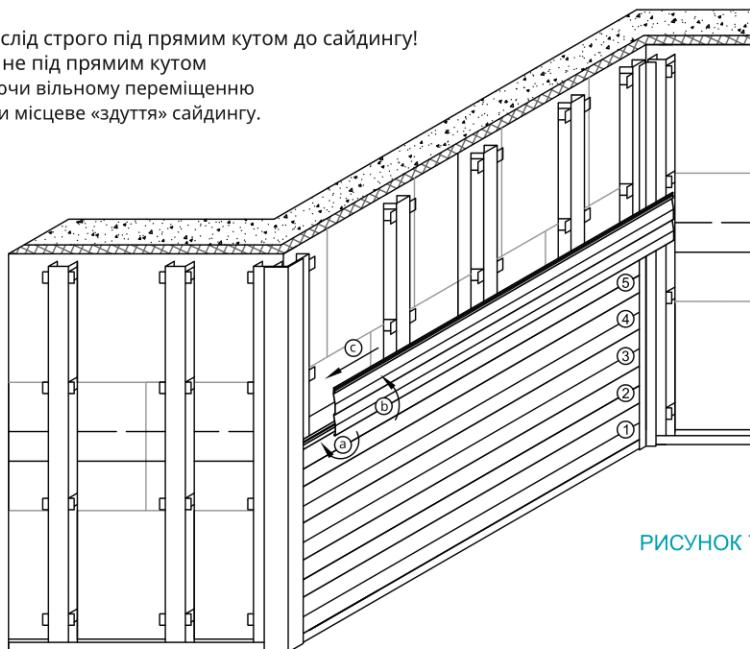

РИСУНОК 7
- Що встановлюється панель потрібно спочатку з'єднати з нижньою панеллю (або зі стартовою смугою) і підштовхнути вгору до замикання «замку» (рисунок 7). Після цього панель можна прикручувати. При цьому її не можна натягувати або сильно притискати, вона повинна висісти на точках кріплення без напруги, зберігаючи свою природну форму. Сильне натяг може стати причиною неправильного з'єднання з іншими панелями і деталями. Уникати слід як занадто щільного кріплення, так і бовтаються панелей.
РИСУНОК 7а
РИСУНОК 7б